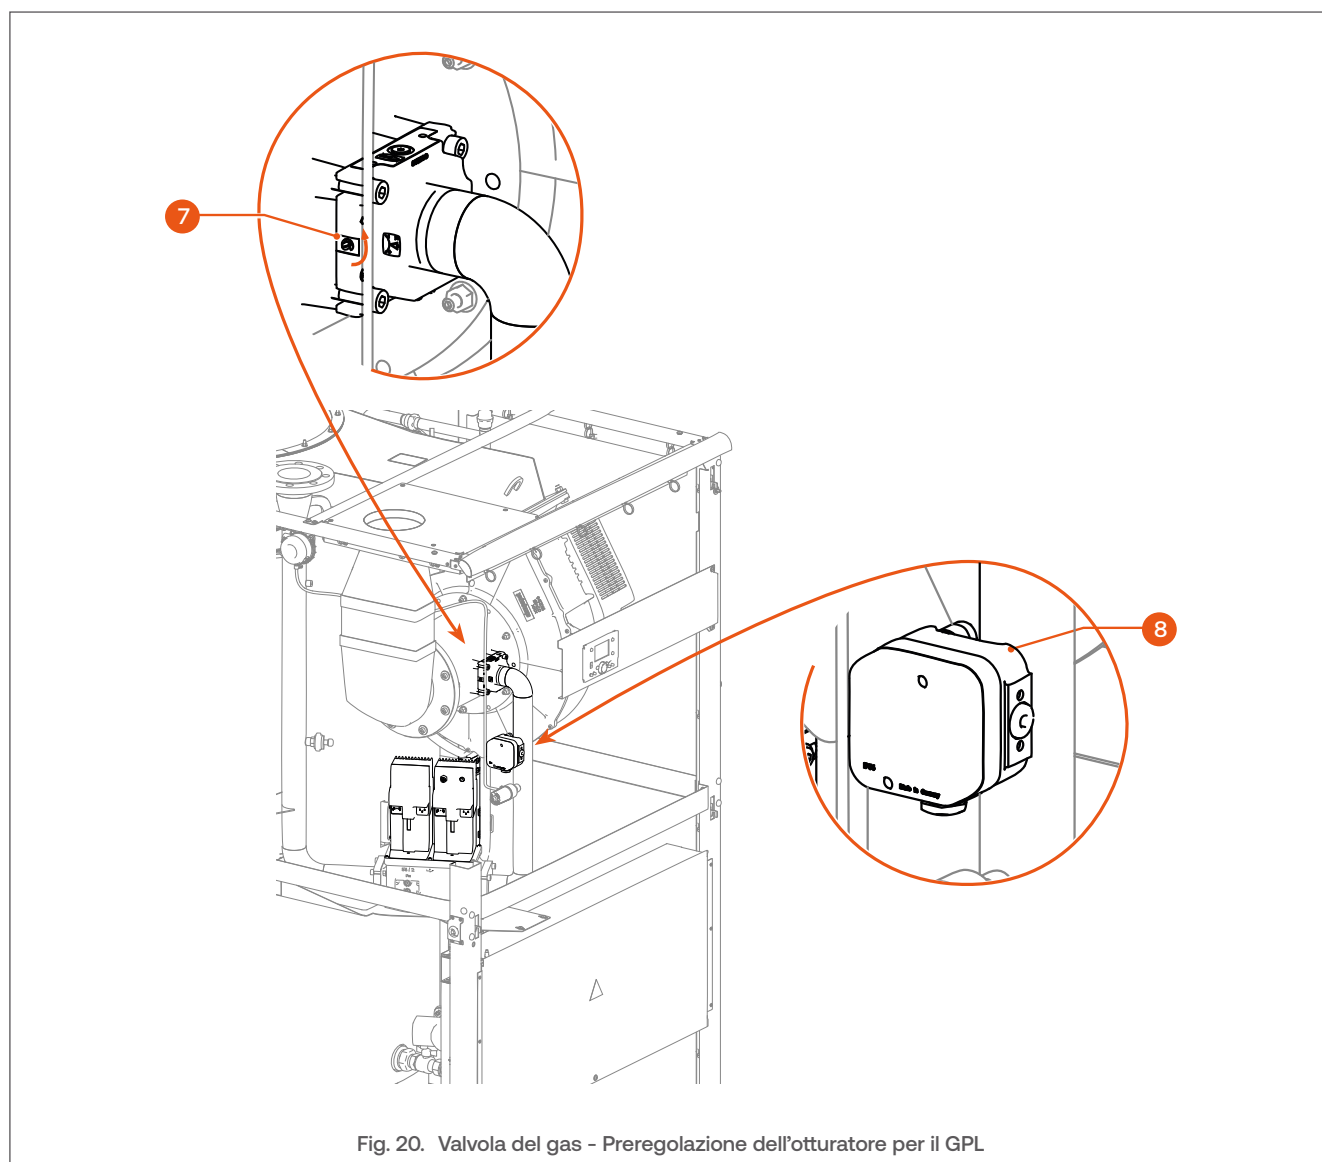

Fig. 20. Valvola del gas - Preregolazione dell'otturatore per il GPL
8. Conservare il turbolatore aria (3) e le tre viti per un eventuale uso successivo, se necessario.
9. Installare la flangia esterna (4) con una nuova guarnizione (5) sulla flangia del miscelatore aria-gas (6).
11. Spingere il condotto dell'aria (2) in posizione.
12. Collegare il tubo APS al condotto dell'aria e fissarlo con la fascetta (1).
15. **Solo per la conversione a GPL:** ruotare la vite dell'otturatore della valvola del gas (7) verso il simbolo "–" per ridurre l'apertura (vedere Fig. 20):
16. Nel Pressostato di sovrappressione gas (8), verificare che l'impostazione sia di 0,4 mbar, indipendentemente dal tipo di gas. Regolare se necessario. Fare riferimento a "Controllo e regolazione del pressostato di sovrappressione gas" a pagina I-78.